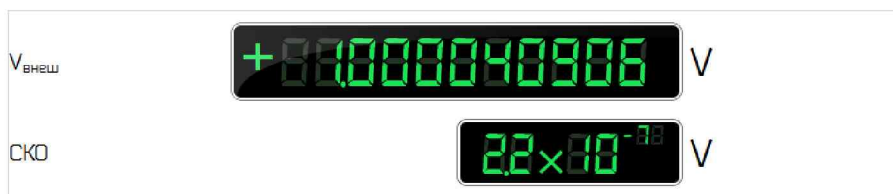

Рисунок 35 – Поле результатов вычислений значения напряжения внешнего источника  $V_{\text{Внеш}}$  и его СКО
5.3.23 В нижнем правом поле результатов появится вычисленное среднее значение напряжения внешнего источника в вольтах и ниже среднеквадратическое отклонение «СКО» в вольтах (рисунок 35).
5.3.29 Программа выполнит расчёт среднего напряжения по циклам и его СКО. На индикаторах появятся результаты разности напряжений  $V_{\text{Мера}} - V_{\text{Внеш}}$  и СКО (рисунок 33) и значения напряжения внешнего источника  $V_{\text{Внеш}}$  и его СКО (рисунок 35).